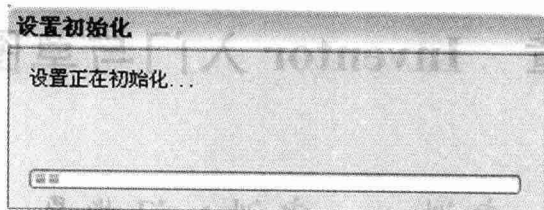

图 1-1 系统初始化
- ① 系统初始化。初始化等待时间和系统的硬件配置相关,见图 1-1。